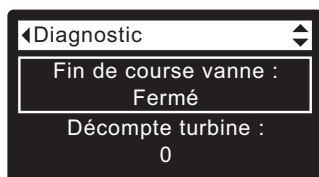

FIG. 99
2. Appuyez sur le bouton BAS (▼) pour faire défiler les options du menu et mettre en évidence l'écran **Contacteur de position vanne** (cf. Figure 99).